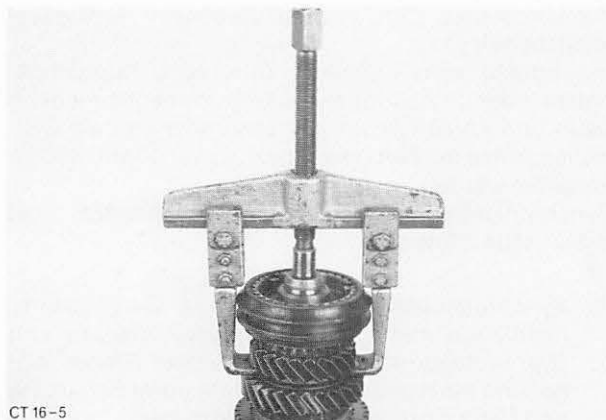

Abb. 93 Synchronkupplungs-nabe 3./4. Gang mit einem Zweiklauen-abzieher abziehen
20. Sicherungsring von der Synchronkupplungs-nabe 3./4. Gang entfernen und diese komplett mit dem Zahnrad 3. Gang unter Verwendung eines handelsüblichen Zweiklauenabziehers abziehen. Abb. 93.